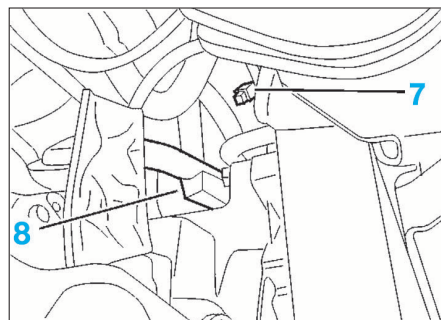

FIG. 5
- le connecteur du capteur de régime (7) (Fig.5).